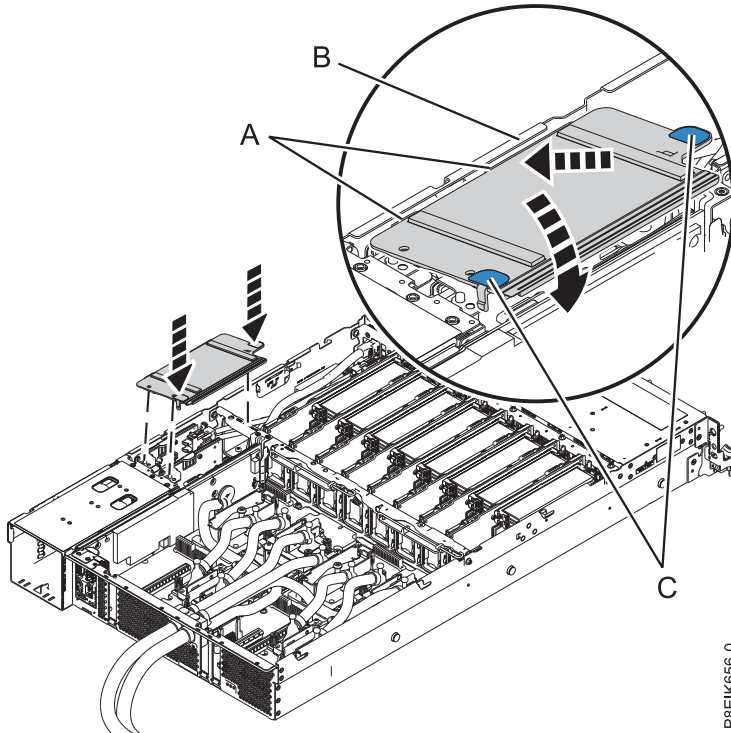

Figure 153. Installation du déflecteur d'air du connecteur de bus d'alimentation
22. Installez le déflecteur d'air du connecteur de bus d'alimentation. Vérifiez que les trous du déflecteur sont alignés par rapport aux goupilles du système. En utilisant les languettes bleues (C), insérez le bord (A) du déflecteur dans la paroi du système (B). Abaissez ensuite le déflecteur afin de le mettre en place. Voir figure 153.